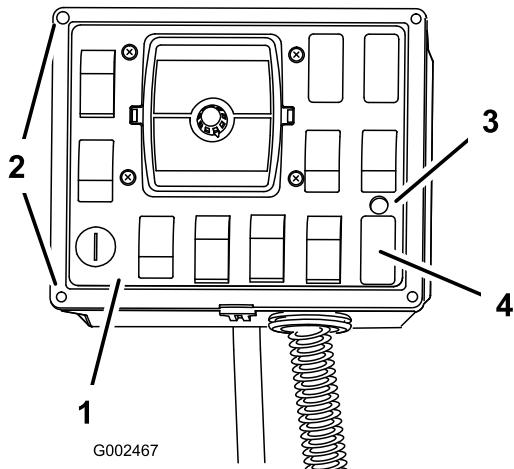

Figura 19
2. Na área imediatamente acima do tampão do interruptor da rampa sonic, faça um furo de 0,95 cm para comodar a luz indicadora (Figura 19).
8. Instale a cobertura do painel de controlo frontal na caixa de controlo utilizando os dispositivos de fixação removidos previamente (Figura 19).